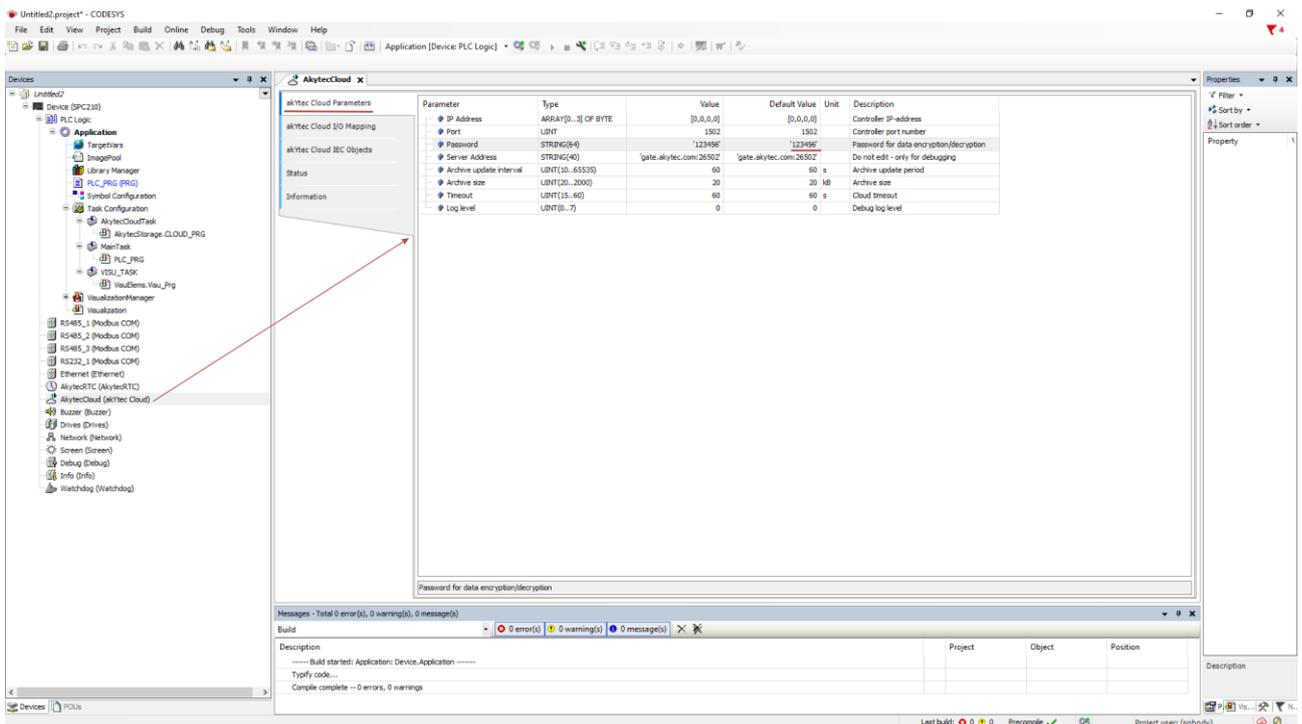

Abb. 15.20
- 1.5. Geben Sie ein Passwort für die Verschlüsselung der übertragenen Daten im Knoten **akYtec Cloud** > Register **akYtec Cloud Parameters** ein (Abb. 15.20). Dieses Passwort wird beim Hinzufügen des Geräts zur akYtec Cloud verwendet.